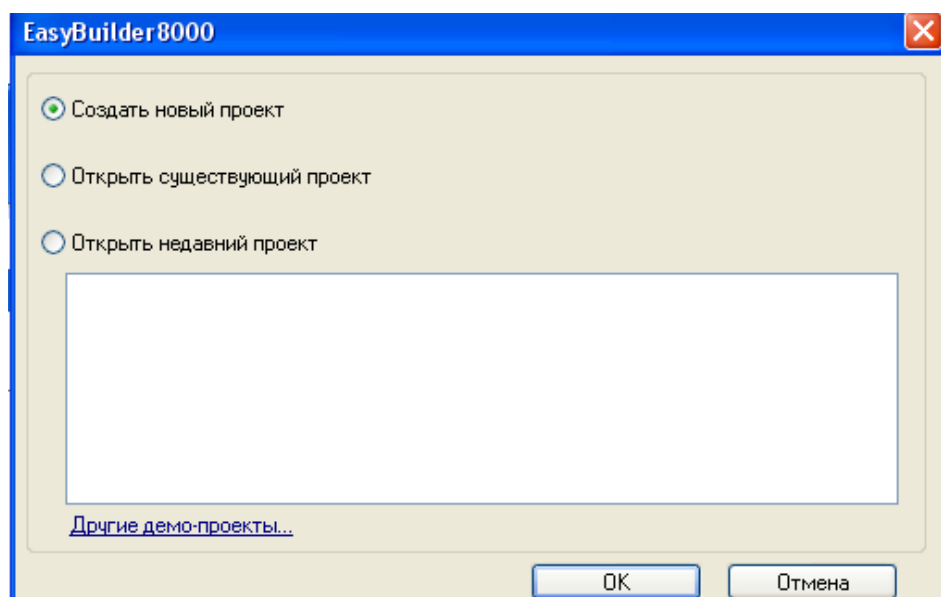

Рис. 3. Создание нового проекта
3.3.2. В появившейся диалоговой панели (рис. 3) выбрать пункт «**Создать новый проект**». Нажать кнопку **ОК**.